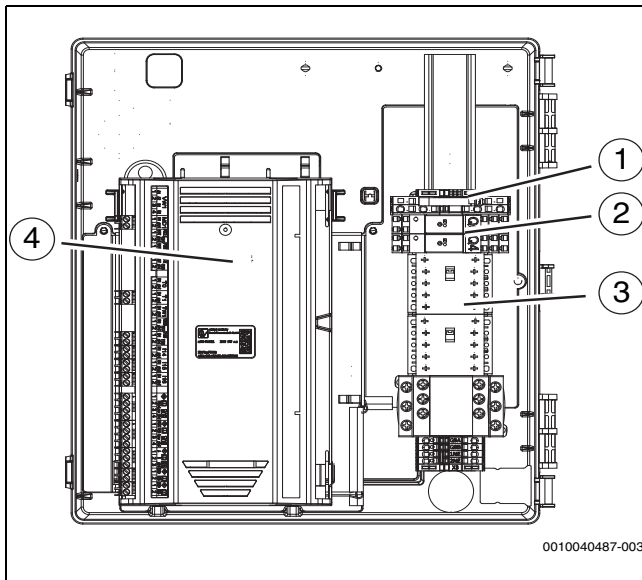

Bild 39 Anordnung der Komponenten im Klemmenkasten
- Anschlusskabel über die Kabelverschraubungen auf der Rückseite durch die Wellschläuche führen. Eine Verlängerungsschnur verwenden. Die richtige Reihenfolge der Schläuche ist Abbildung 39 zu entnehmen.
- Kabel mit Kabelbindern an den Befestigungspunkten befestigen (→ Abbildung 39 [7] und [9]). Darauf achten, die Kabel nicht über Kreuz zu verlegen.